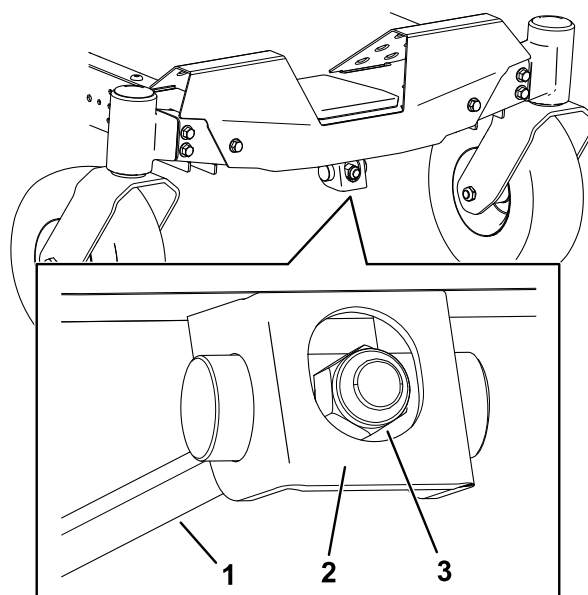

Bild 69
1. Drehen Sie die Einstellmutter an der Vorderseite des Mähers (Bild 69).